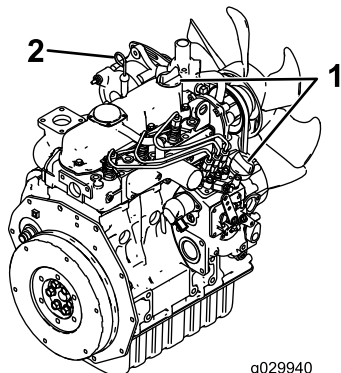

Figure 43
4. Nettoyez la surface autour de la jauge d'huile et enlevez le bouchon de remplissage (Figure 43).